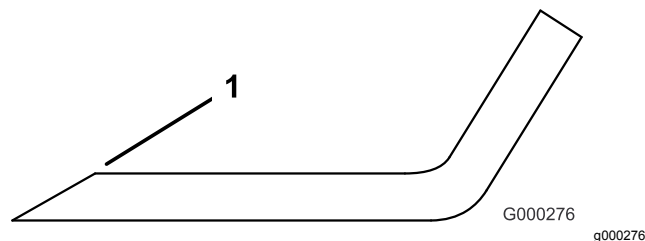

**Figure 130**
2. Examinez attentivement les tranchants de la lame, particulièrement au point de rencontre de la partie plane et de l'ailette (Figure 130).
**Remarque:** Le sable et les matières abrasives peuvent éroder le métal à cet endroit, c'est pourquoi il est important de contrôler l'état de la lame avant d'utiliser la tondeuse. Remplacez la lame si elle semble usée (Figure 130).